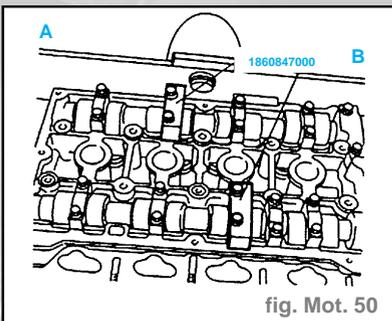

fig. Mot. 50
- Déposer le troisième chapeau d'arbre à cames sur les deux côtés admission et échappement ; ensuite, bloquer les arbres à cames à l'aide de l'outil **1860847000** (fig. Mot. 50).